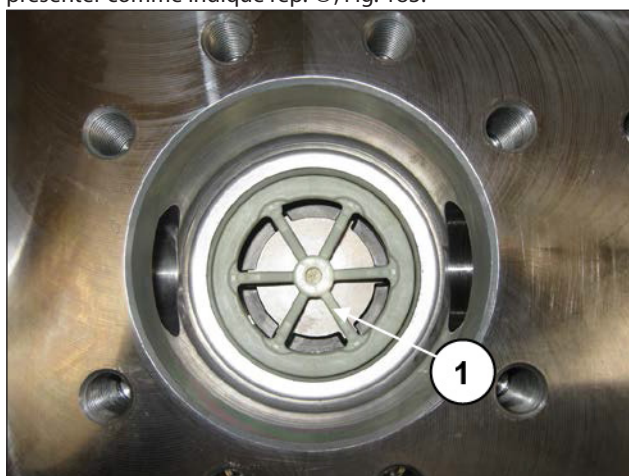

Fig. 183
Pousser à fond le groupe soupape complet qui devra se présenter comme indiqué rep. ①, Fig. 183.